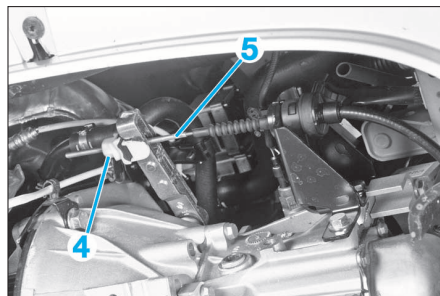
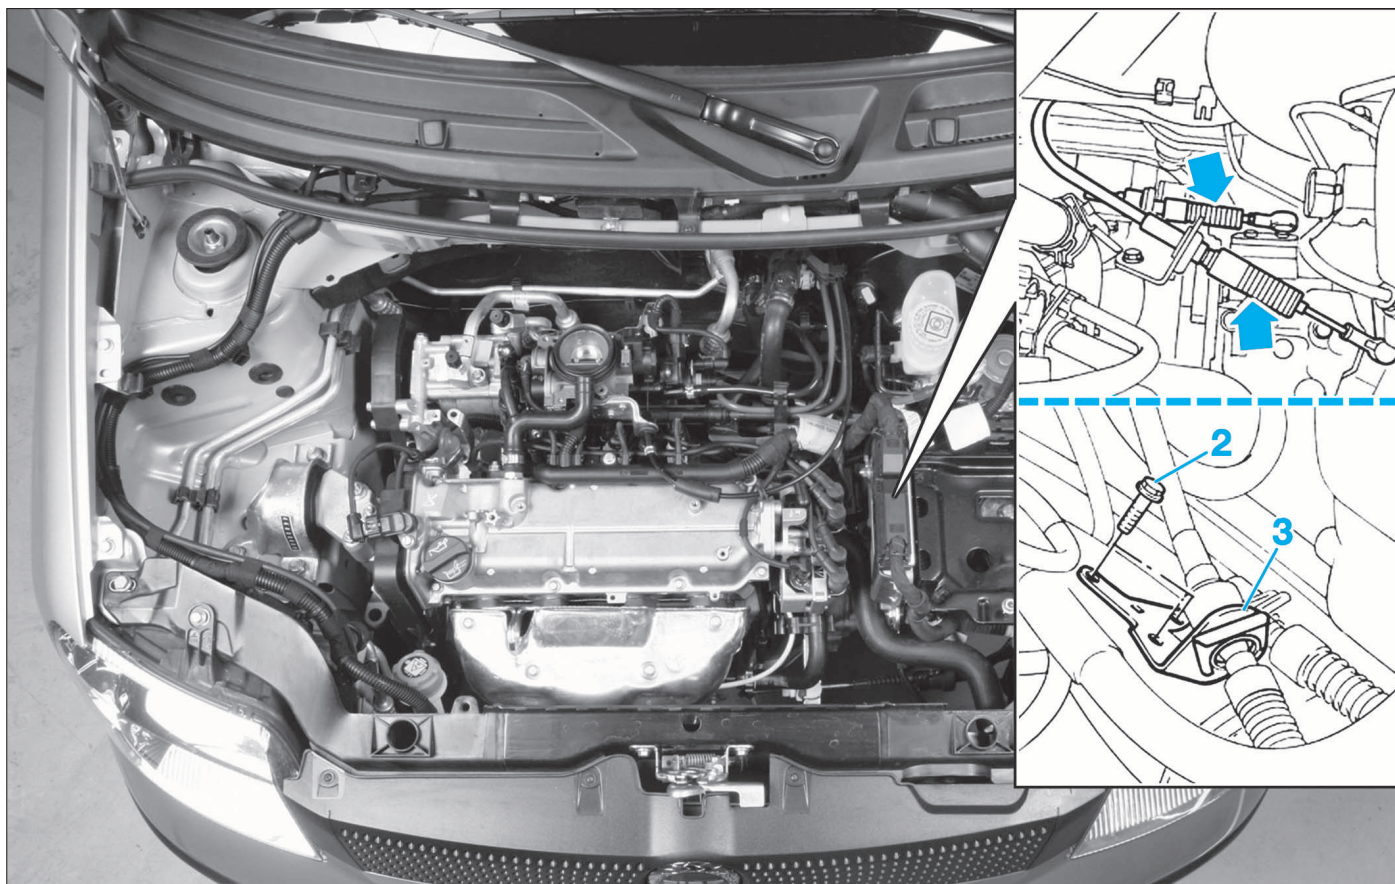

FIG. 3
FIG. 2
- Déloger les câbles de sélection de vitesse (Fig.2).
- Déposer les vis (2), puis extraire le support (3).
- Dévisser la vis (4) (Fig.3), puis décrocher le câble d'embrayage (5).